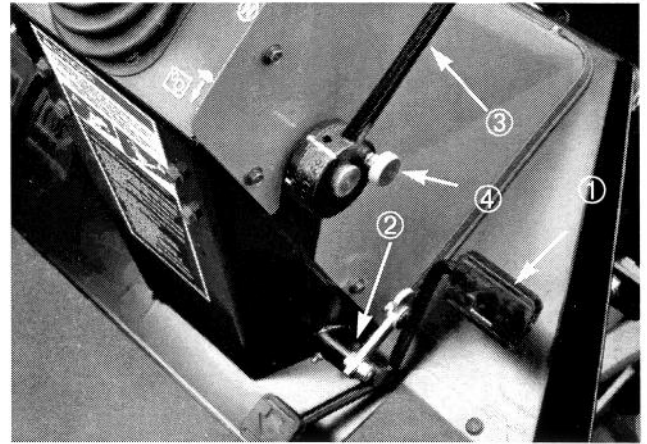

Figure 16
**Pédale de déplacement** (Fig. 16)—Commande le déplacement en marche avant et arrière. Appuyer sur le haut de la pédale pour la marche avant et sur la base pour la marche arrière. La vitesse au sol varie selon que la pédale est plus ou moins enfoncée. Pour une vitesse maximale au sol sans charge, enfoncer à fond la pédale en gardant la commande des gaz sur FAST (RAPIDE). Pour une puissance maximale avec charge ou sur pente,
**Sélecteur de vitesse** (Fig. 16)—Pour régler à la vitesse désirée tourner la came de la tige de commande, sssaugmente quand le levier est tourné en avant et elle diminue quand il est tourné en arrière.
**Levier de changement d'essieu** (Fig. 16)—Situé sur le côté droit de la console pour sélectionner la traction avant. Tirer sur le bouton de blocage, déplacer le levier vers l'arrière pour la tonte et vers l'avant pour le transport, puis relâcher le bouton pour bloquer la sélection. Le levier doit se trouver en position combinaison basse (LO) pour la tonte. Le point mort (N) est réservé au remorquage.